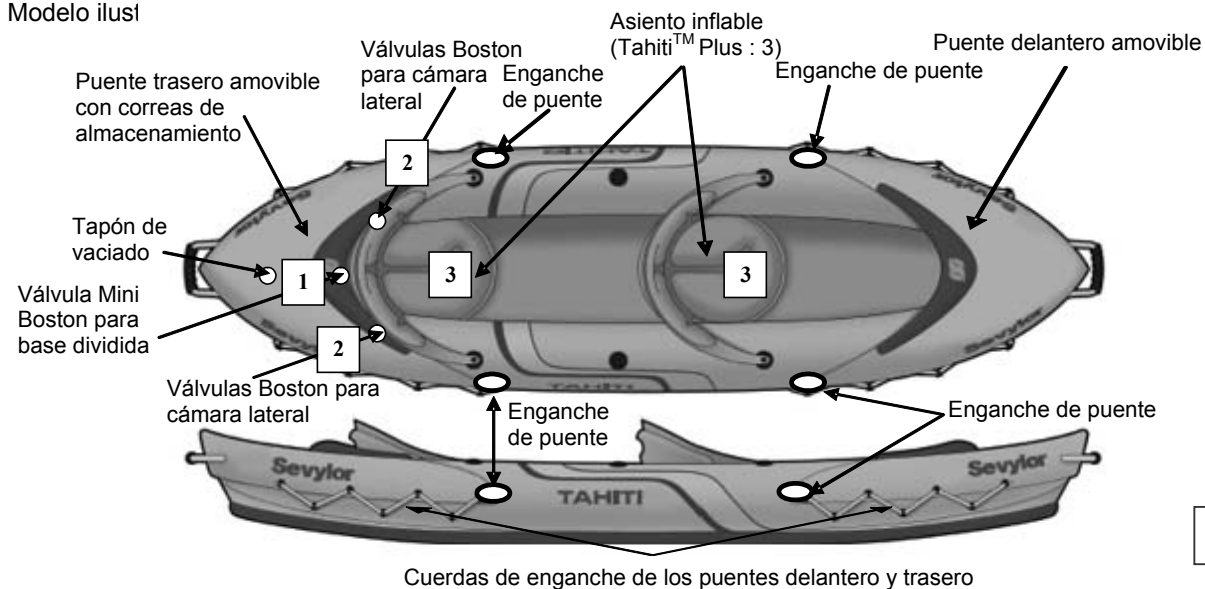

Figura 1
- a) Válvula(s) Boston (ver ilustración): para hinchar, quite el tapón de la válvula (1) ; enrosque el cuerpo de la válvula (2) en la base de la válvula (3), sobre el flotador ; verifique que el tapón sigue siendo accesible. Inserte la extremidad del tubo del hinchador en la válvula. Hinche el flotador hasta la presión requerida (ver punto 3). Al terminar el inflado, cierre la(s) válvula(s) con el tapón. **NOTA:** es normal comprobar un ligero escape de aire antes de apretar el tapón de una válvula. Únicamente **los tapones aseguran la ESTANQUEIDAD FINAL.**
- b) Válvula(s) mini double-lock™ / Válvula(s) double-lock™: ver dibujo en página 3. Abrir la válvula (A). Para comenzar, tirar del tapón externo hasta abrirlo (B). Introducir la boquilla del aparato inflador en la válvula abierta y poner en marcha (C). Para cerrar la válvula: empujar con el aparato inflador hasta que el tapón se hunda hacia dentro, cerrando herméticamente el tapón interno (D). Retirar el aparato y cerrar el tapón externo. La válvula deberá aparecer hundida hacia dentro sobre sí misma.
3. Hinche el producto siguiendo el orden de hinchado indicado en la placa de identidad imprimida sobre el producto (referirse también la figura 1, numeración de las válvulas).